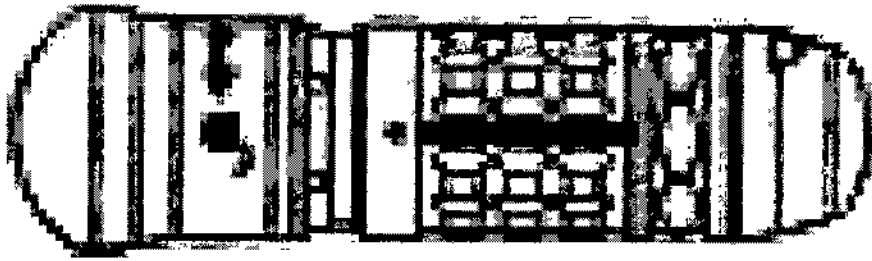

Figura 1
- Use suavemente un cepillo para limpiar las canulaciones del accesorio mientras está sumergido en la solución de limpieza. Utilice el ACB para todos los accesorios excepto los casquillos de cojinete del accesorio de mínimo acceso y MA-D20-G1. Utilice el SDCB para los casquillos de cojinete del accesorio de mínimo acceso y MA-D20-G1. Si el accesorio tiene un manguito de liberación (figura 1), mueva el manguito y cepille el área expuesta.
- Manipule cualquier pieza móvil como los manguitos de liberación (figura 1)